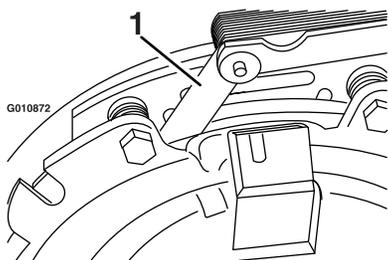
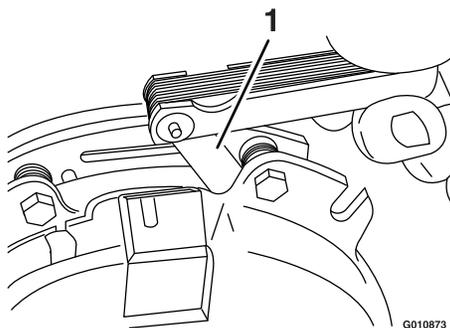

図 70
図 71
- E. 厚さ0.25 mmの隙間ゲージを使用して、図 70と図 71に示すように、ブレーキポールの両側のローターとアーマチュア面の間に隙間があることを確認する。